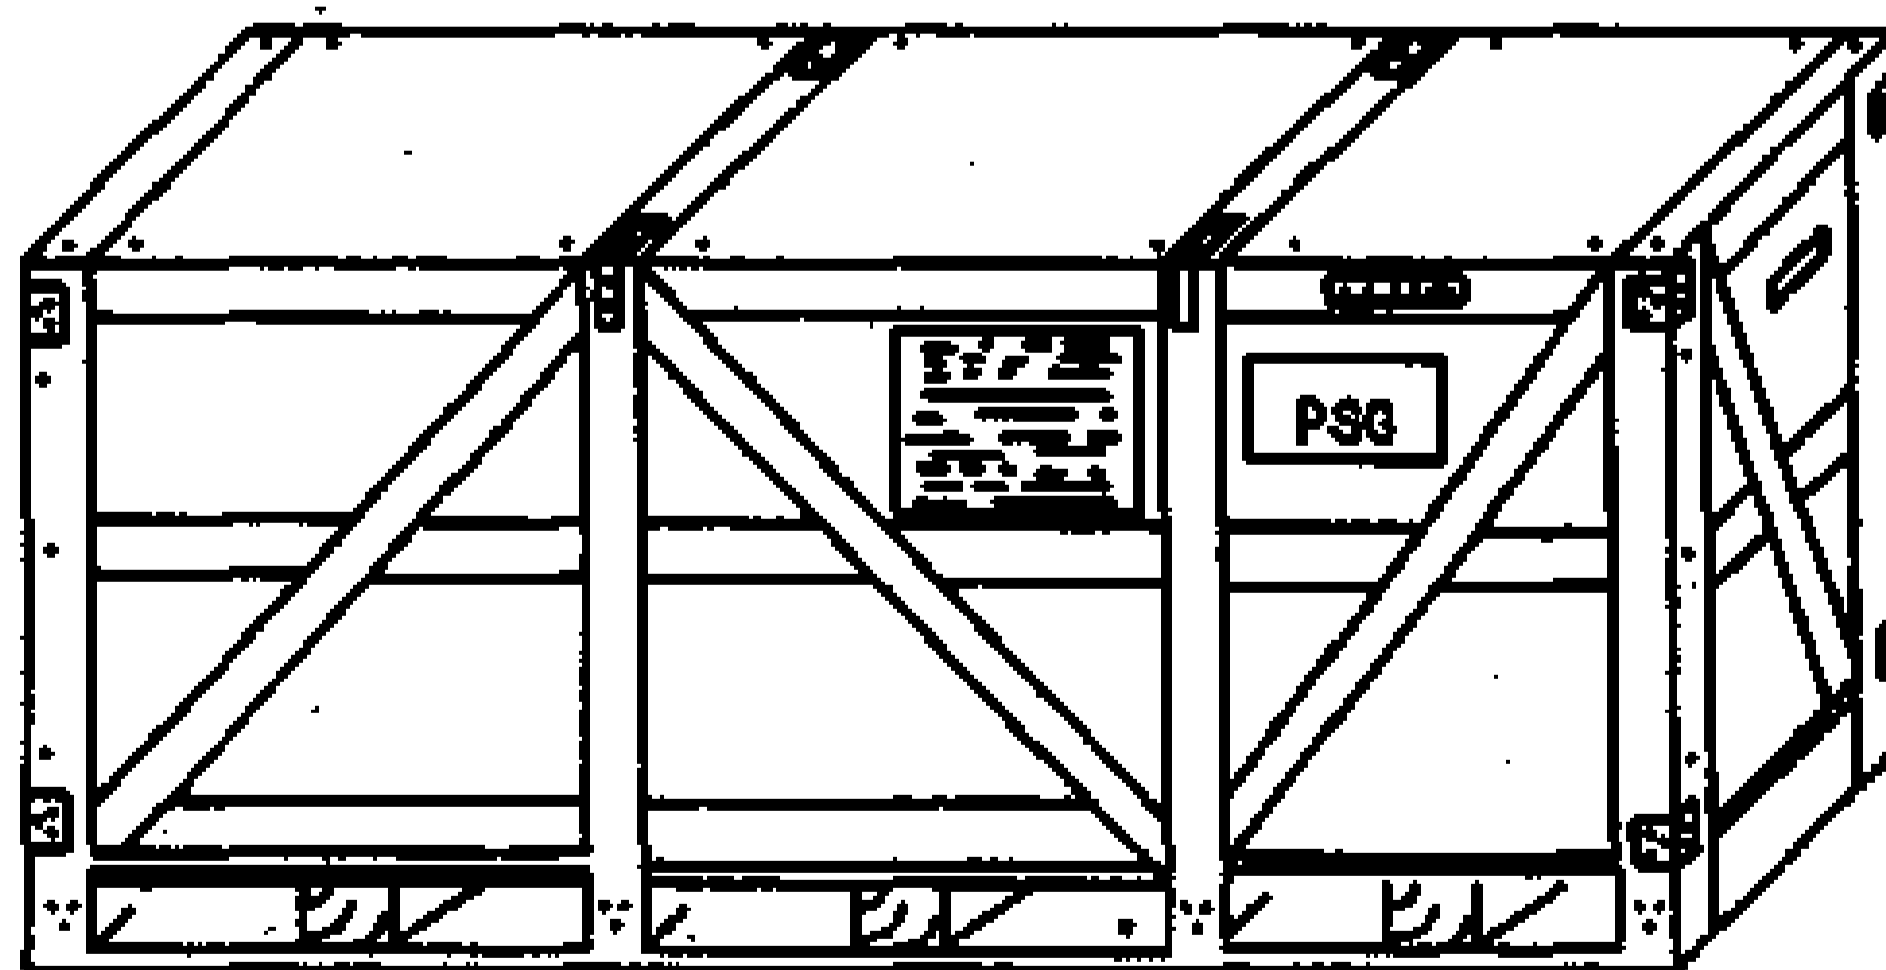
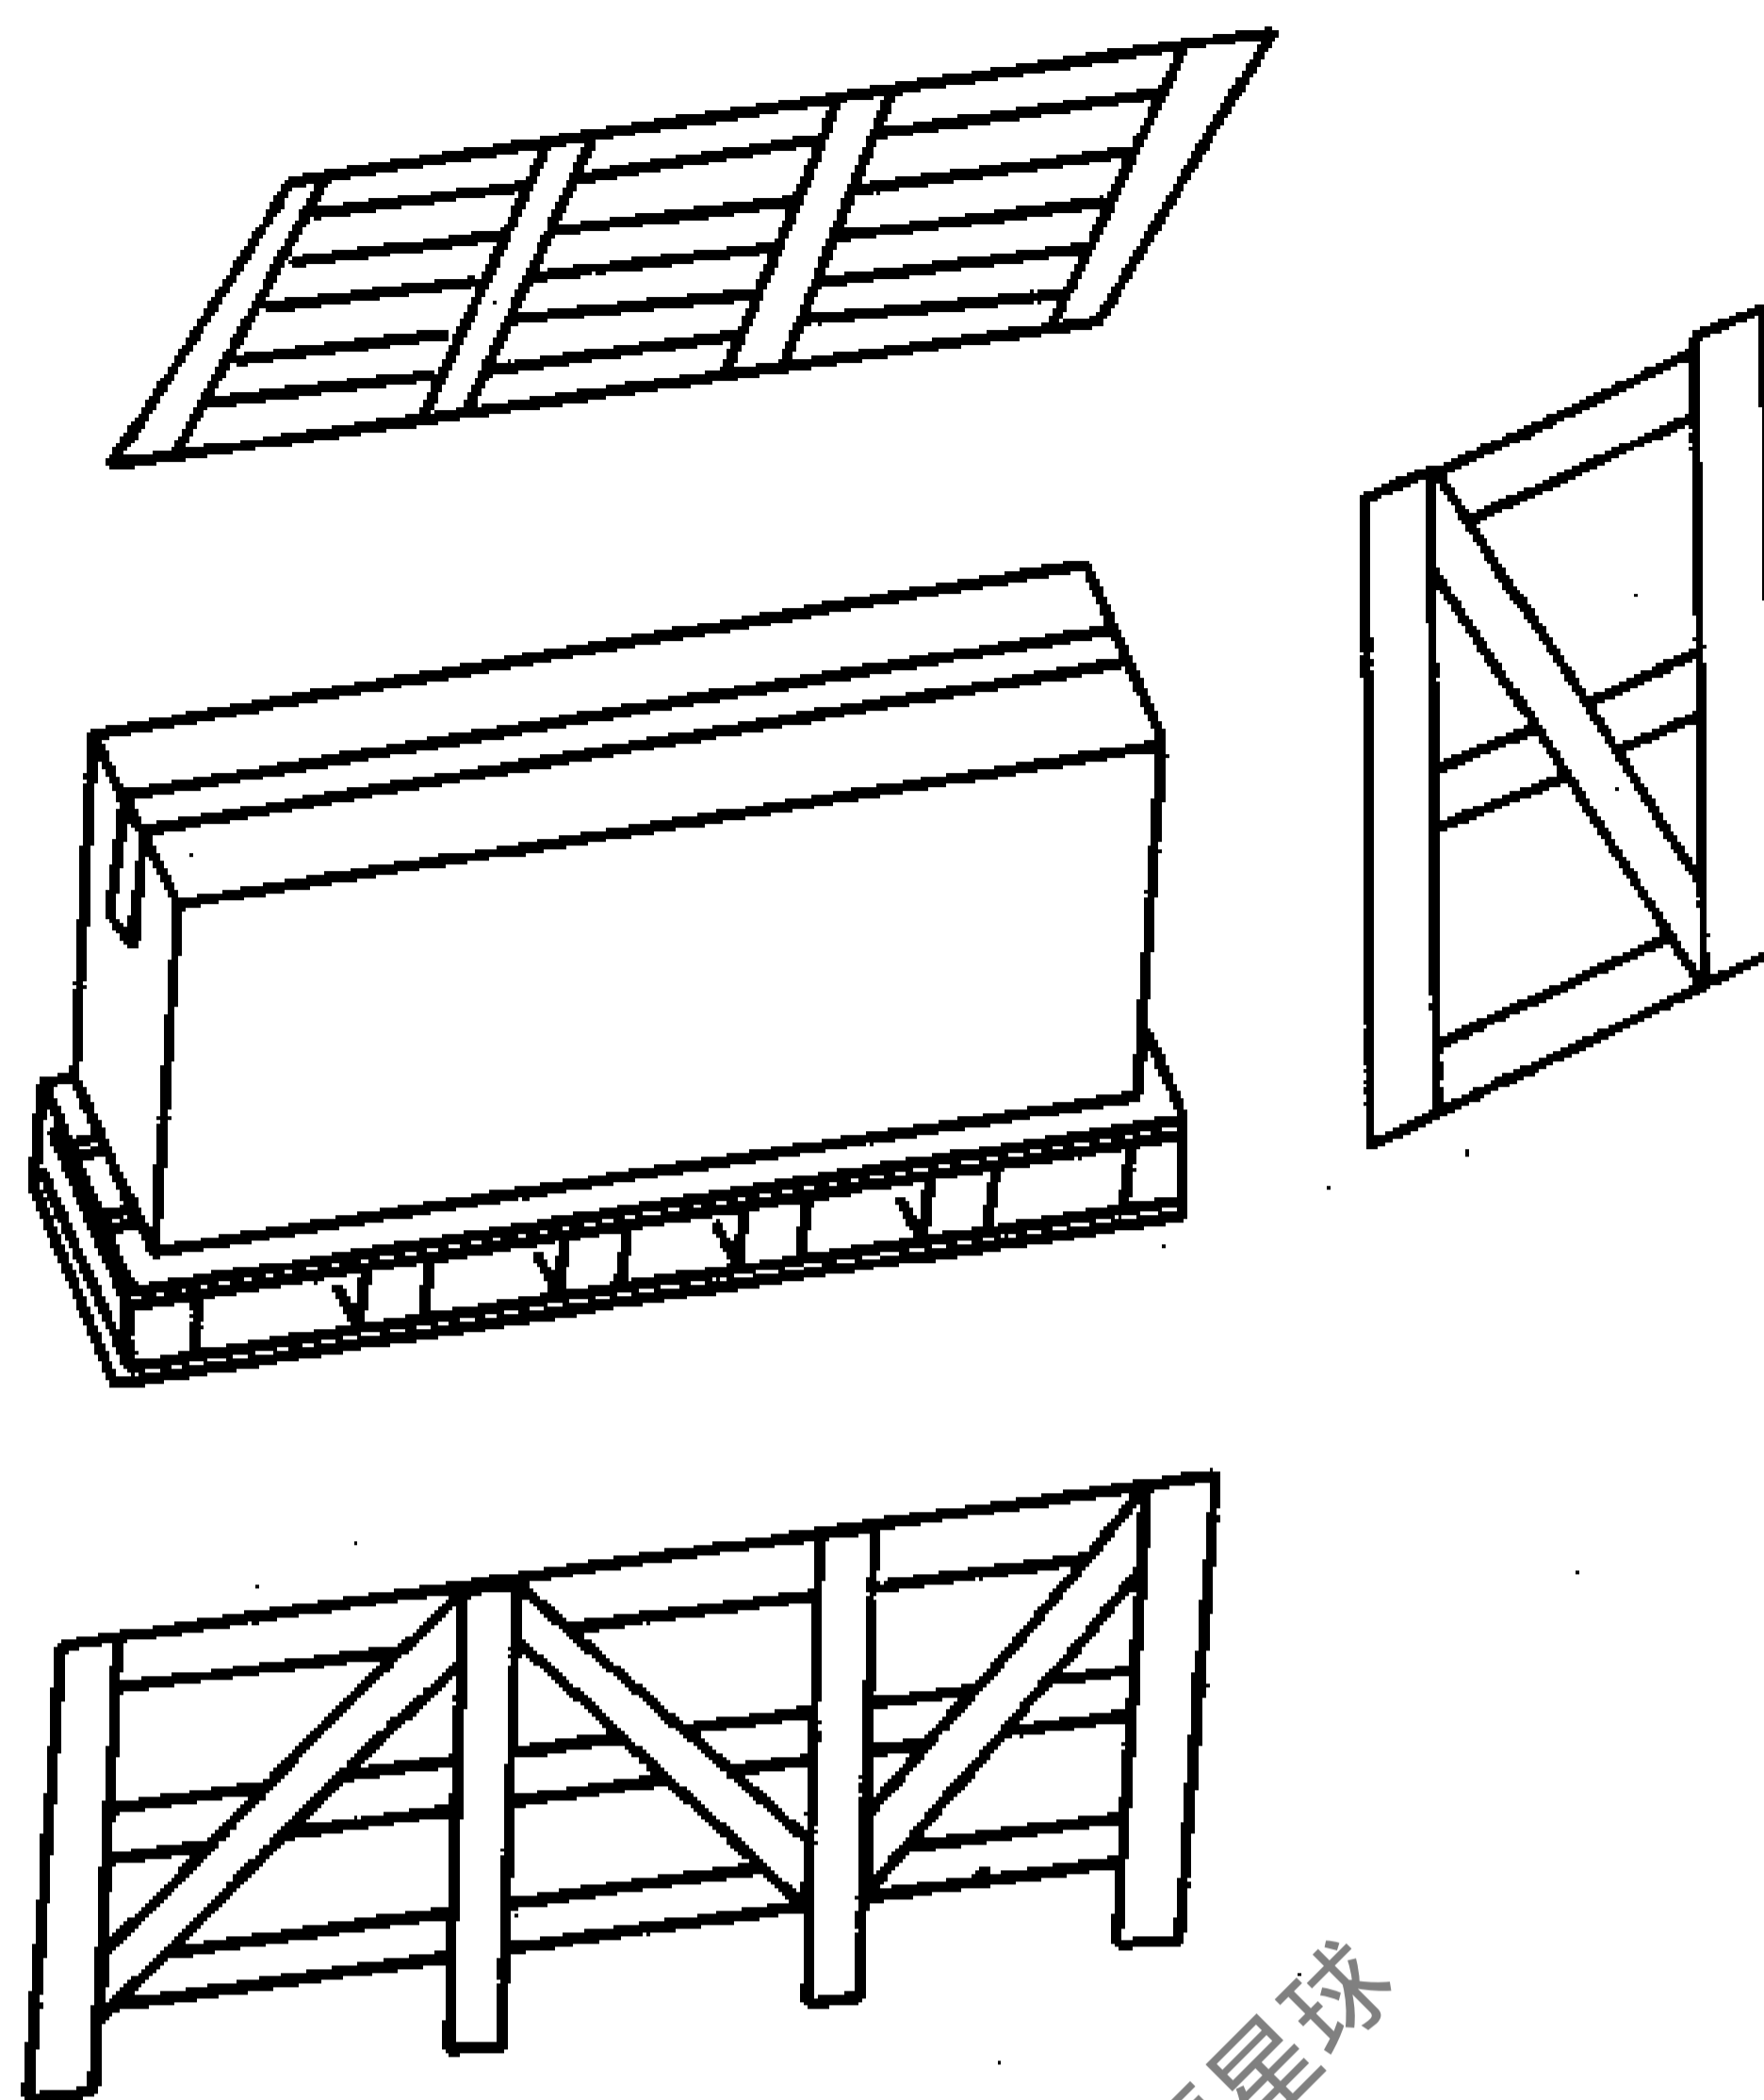

图 17-2-3
图 17-2-4
- (1) 拆包装木箱，用钉锤开启包装铁皮和木包装箱棱边上的铁钉。从图 17-2-3 到图 17-2-4。